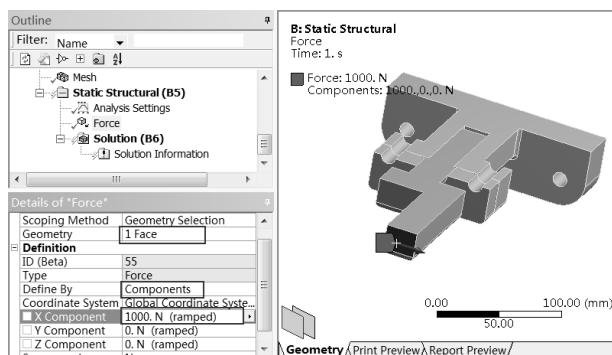

图 13-69 施加载荷
Step3：如图 13-69 所示，选择 Force 选项，选择需要施加载荷的面，单击 Details of “Force” 面板 Geometry 选项下的 **Apply** 按钮，在 Definition Define By 中选择 Components 选项，在 X Component 中输入 1000，完成一个载荷的添加。